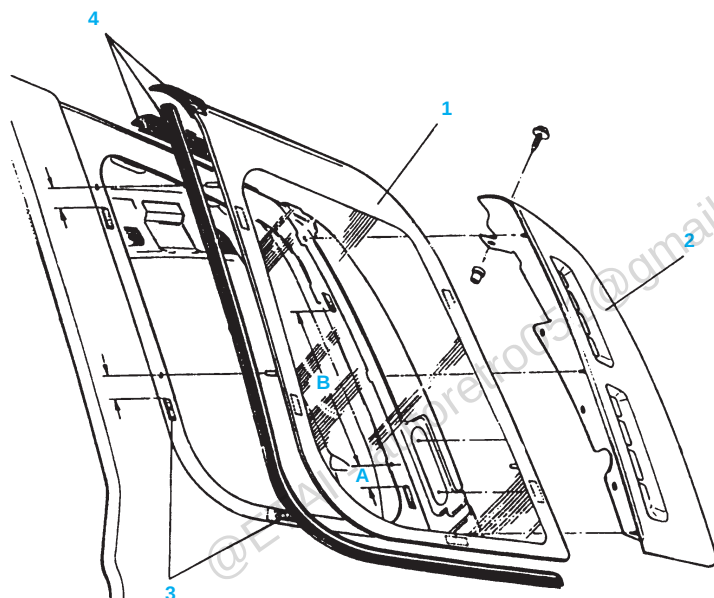

fig. Car. 44
- Déposer (fig. Car. 44) :
- la glace de vitre arrière fixe (1) - attaches (3).
- les moulures de vitre (4) de la glace.
- le couvercle (2) - 4 vis.